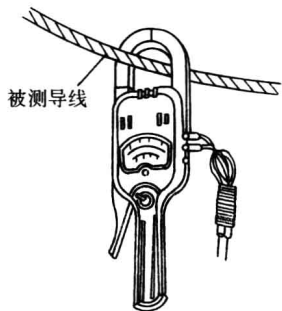
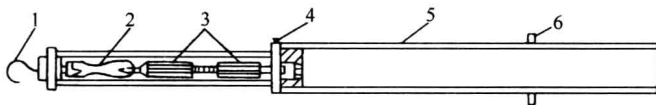

图 2-1 钳形电流表
图 2-2 高压验电器的结构
(1) 绝缘电阻表 目前使用的绝缘电阻表有两类，一类是传统的手摇发电机式，另一类是半导体电子式。它的主要功能是用来测量线路或导线电缆、电器或电气设备、绝缘材料的绝缘电阻的，因为绝缘电阻的单位是 $M\Omega$ 。
(2) 万用表 目前使用的万用表主要有指针式和数字式两种，其主要功能是测量交直流的电压、电流、直流电阻，有的万用表还可用来测量电容、电感、晶体管放大倍数、电平、温度、频率等参数。
(3) 钳形电流表 目前使用的钳形电流表有指针式和数字式两种，主要功能是在不断开回路的条件下测量交流回路的电流，有的还能测量交流电压。它是由可开口的电流互感器和表头组成的，如图 2-1 所示。
(4) 接地电阻测试仪 目前使用较多的接地电阻测试仪有手摇发电机式和半导体电子式。它的主要功能是用来测量接地装置的接地电阻或者测量土壤电阻率以及数值较小的电阻的阻值。
(5) 半导体点式温度计 它是一种常用的携带式测温仪表，主要由半导体热敏电阻、测量电路及数字显示机构组成，主要用来测量开关触头、接线点、电气设备外壳、导线以及有关电器的工作温度，一般测量范围为 $0 \sim 150^{\circ}\text{C}$ 。使用方法简单，只将探测头置于被测点并用保温物包裹好，打开电源开关，表头即显示温度的数值。使用时，被测物有电时应先将电源断开，然后立即测量，热惯性一般不会影响数值的准确。
(6) 高压验电器 高压验电器的结构如图 2-2 所示，其中指示装置是用绝缘材料制成的空心管，管的一端为金属制成的触头，管内装有氖灯和一组电容器，末端是一金属接头，以便和支持装置连接。支持装置用绝缘材料制成，并分为绝缘部分和手握部分，中间有隔离环。